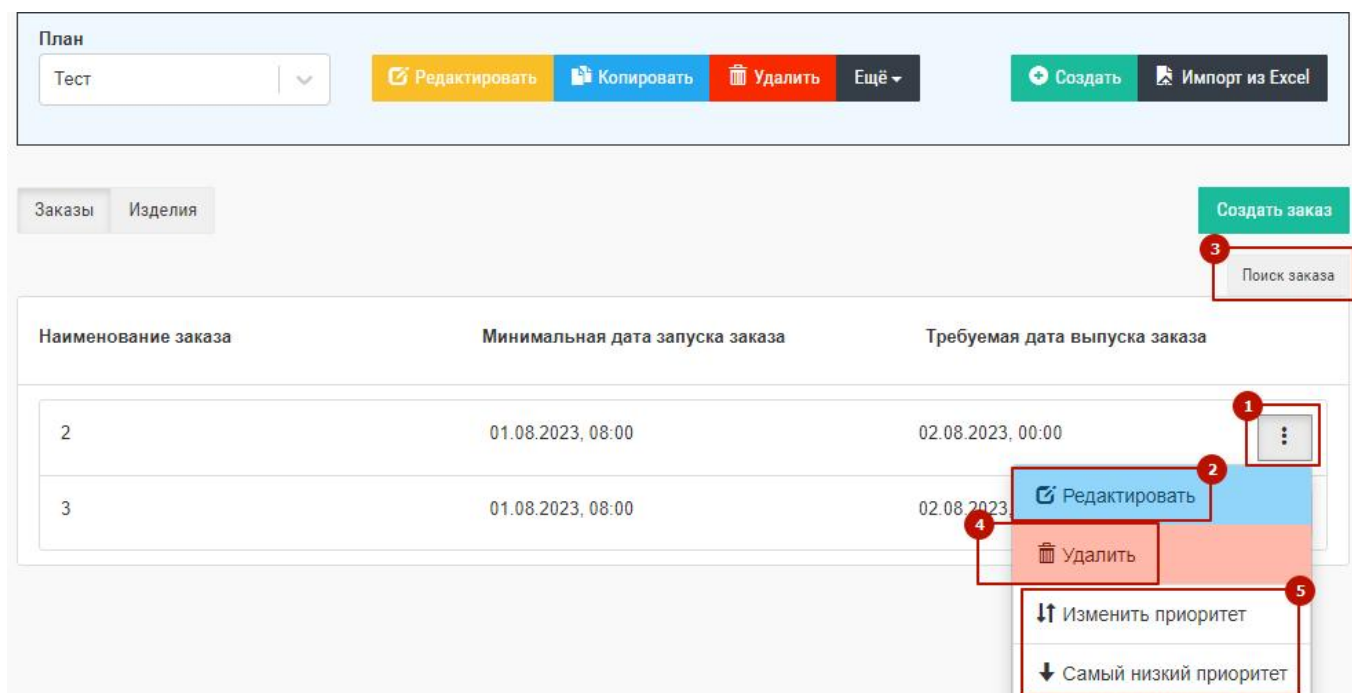

Рис. 35 – Редактирование заказа
- **Поиск заказов.** Позволяет найти нужный заказ по неполному названию. Для активации поиска необходимо нажать на кнопку «Поиск» (3 на Рис. 35). Затем в появившемся поле необходимо начать набирать название. Система предложит в выпадающем списке все заказы, которые содержат набираемые символы. После нажатия клавиши «Enter» плашка с искомым заказом будет подсвечена желтым цветом.
- **Удаление заказа.** Позволяет полностью удалить выбранный заказ из плана. Для удаления необходимо нажать значок  а затем в появившемся меню выбрать пункт «Удалить» (1 + 4 на Рис. 35).
- **Изменение приоритета заказа.** Позволяет изменить приоритет выбранного заказа из плана. Возможно два варианта действий: изменение приоритета и установка самого низкого приоритета. Нужно нажать значок  а затем в появившемся меню выбрать нужный пункт (1 + 5 на Рис. 35).